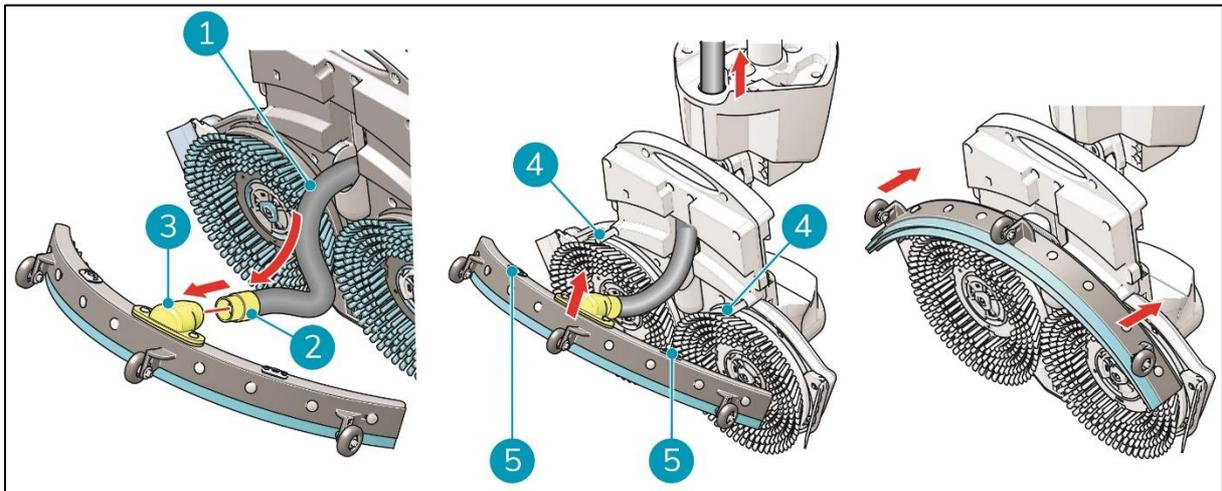

Figure 25
1. Prendre le tuyau d'aspiration (Figure 25, pos 1).
2. Insérer le connecteur du tuyau (Figure 25, pos 2) dans la raclette (Figure 25, pos 3).
3. Tourner le raccord de tuyau d'un quart de tour pour qu'il soit bien ajusté (Figure 25, pos 2).
6. Alignez les goupilles sur le pont de lavage (Figure 25, pos 4) avec les trous de la raclette (Figure 25, pos 5).